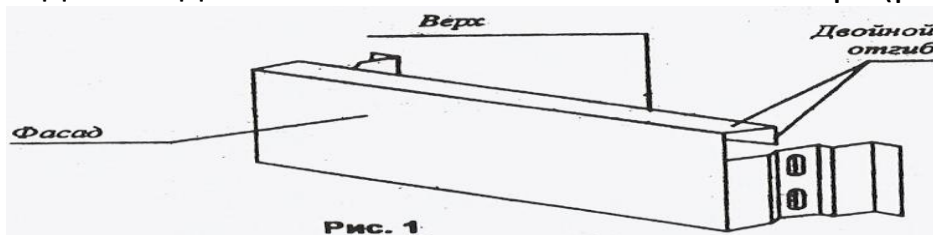

Рис. 1
**Панель фасадная (нижняя)** в боковых деталях имеет 4 продолговатых отверстия для соединения с боковыми стенками шкафа (рис. 1)